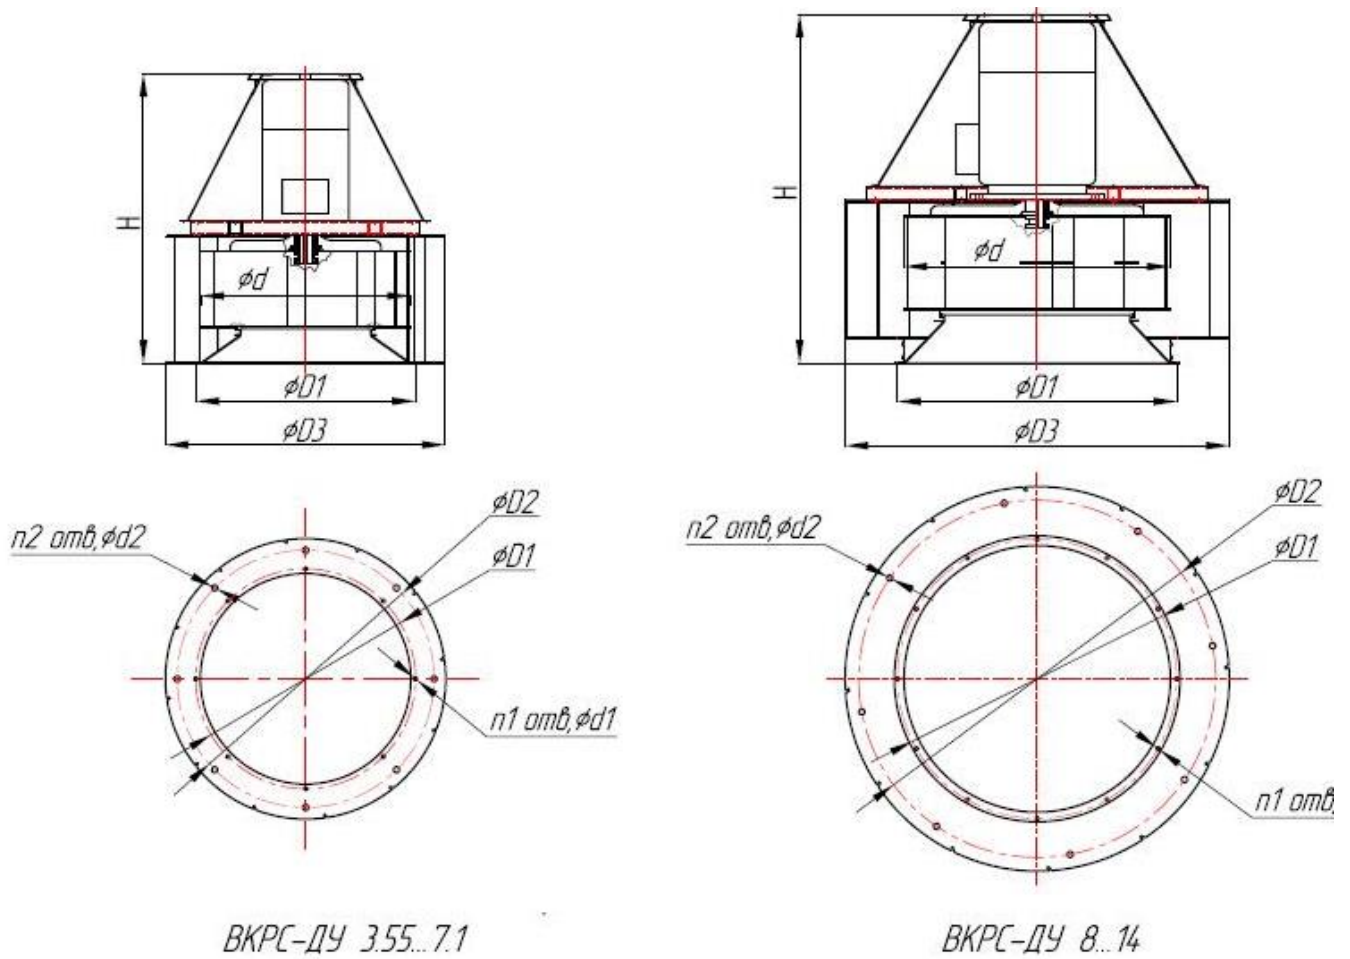

РИС. 1. Габаритные и присоединительные размеры вентиляторов ВКРС ДУ
1.2.2. Устройство вентиляторов, габаритные, присоединительные и установочные размеры вентиляторов указаны на рис. 1, рис. 2, табл. 1, табл. 2.